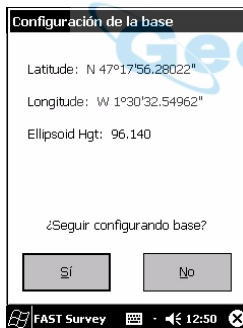

Figura 10- Coordenadas WGS84 de la posición de la base.
18. Escoja la opción que más le convenga e introduzca la posición. Cuando haya acabado de introducir la posición de la base, FAST Survey visualizará las coordenadas WGS84 de la misma (figura 10), una vez realizada la transformación a WGS84 si es preciso.
19. Haga clic en el botón **Sí**. Fast Survey le pedirá entonces que introduzca un identificador (ID) de punto (máx. 4 caracteres).